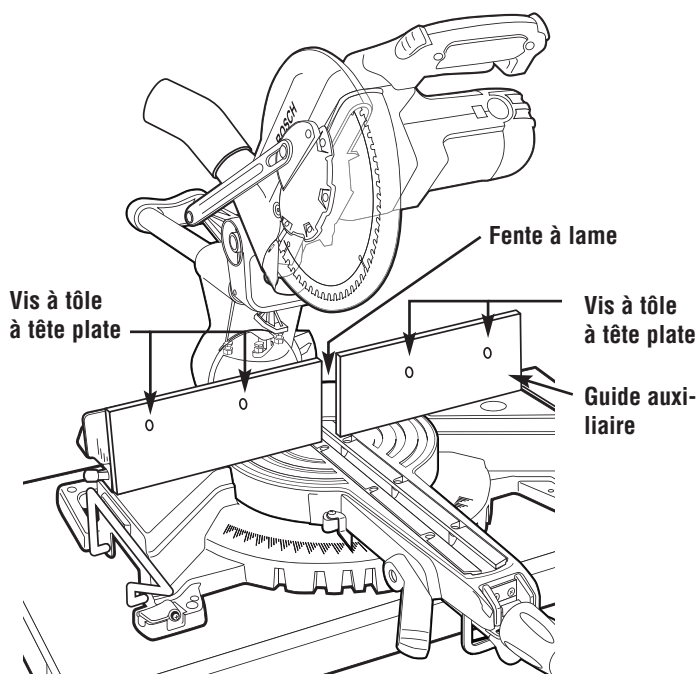

Figure 21. Guide auxiliaire
1. Placez une pièce de bois contre le guide de la scie à onglet (Figure 21). (Le bois peut avoir une hauteur maximum de 3 1/2 po.). Assurez-vous que la tête ne gêne pas le guide auxiliaire.
4. Attachez le guide auxiliaire en utilisant deux (2) vis mécaniques à tête plate d'au moins 1/4 po de chaque côté. Pratiquez une coupe de profondeur normale pour créer la fente à lame. Vérifiez s'il y a interférence entre le guide auxiliaire et le protecteur inférieur de lame. Faites des ajustements au besoin.